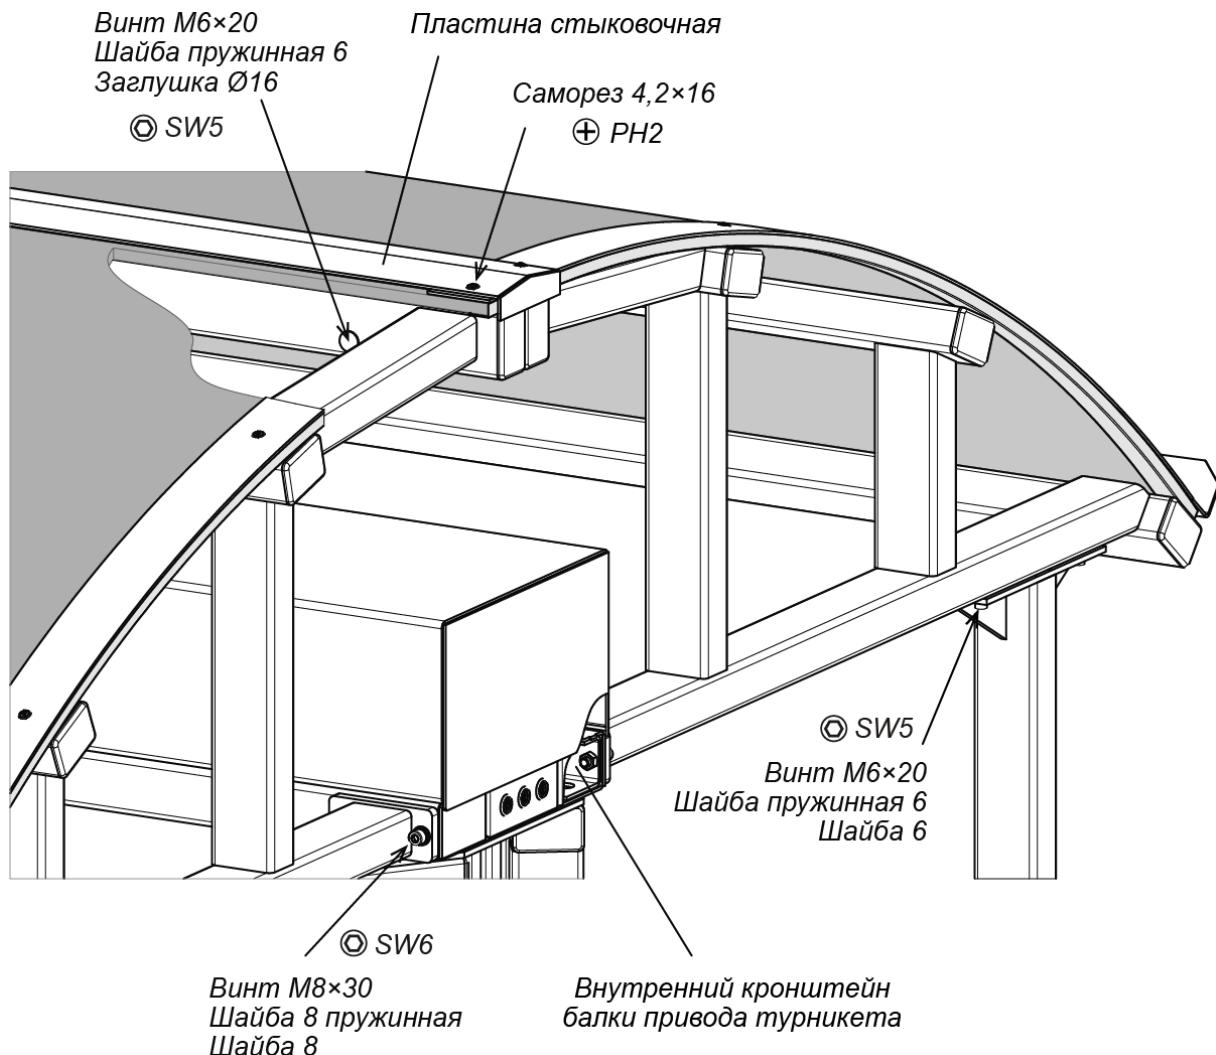

Рисунок 5. Монтаж крыши к балке привода турникета
7. Установите первый полукаркас¹ на верхние горизонтальные площадки стоек с одной из сторон турникета **PERCo-RTD-15**, совмещая крепежные отверстия и отверстия в стойках и сориентировав фланцы кронштейнов полукаркаса на боковой поверхности балки привода турникета. Зафиксируйте полукаркас болтами M6×20 с шайбами на каждой стойке, ключ SW5 (см. рис. 5).
8. Закрепите полукаркас четырьмя болтами M8×30 на балке привода турникета, ключ SW6 (см. рис.5). Затяжка болтов – предварительная. Стык фланца и балки привода турникета перед затяжкой болтов рекомендуется герметизировать атмосферным силиконовым герметиком.